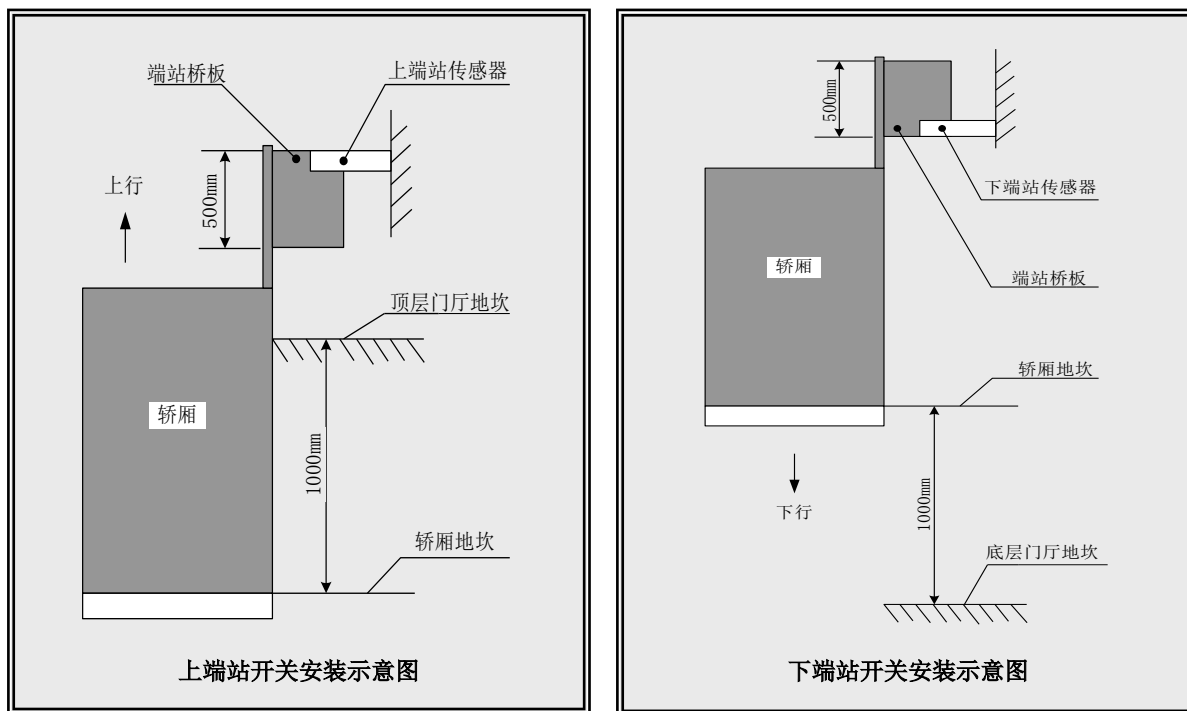

图 F1.2 上下端站开关安装示意图 (梯速 0.4m/s)
2. 上、下端站开关安装在井道，端站桥板安装在轿顶。端站开关安装示意图如图 F1.2 所示。